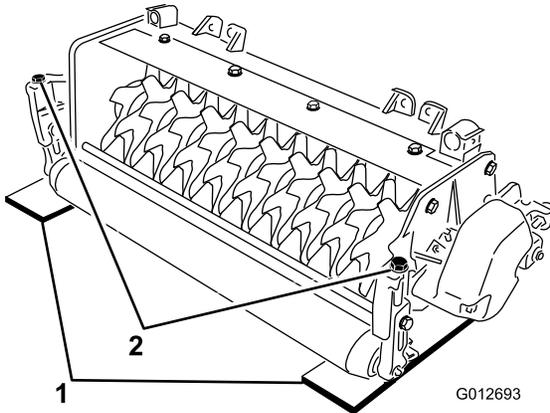

Figura 4
2. Coloque 2 barras de ajuste, cuyo grosor sea igual a la profundidad deseada de penetración en el suelo, debajo de los rodillos delantero y trasero del molinete de verticorte (en cada extremo del molinete) (Figura 4).
3. Gire el perno de ajuste de cada soporte de altura de corte (Figura 4) hasta que las cuchillas toquen la superficie nivelada en cada extremo del molinete.